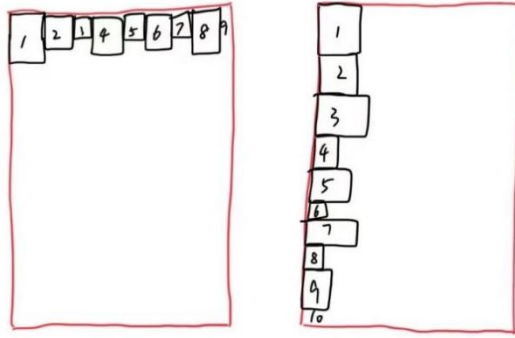

图 2-3 贴着不同边的摆放效果
(1) 若贴着最里面的车厢宽进行摆放那么下一个到来块的摆放空间的选择较少，而贴着车厢的长边进行摆放时，下一个到来块的可选择性更多，这样浪费的空间更少。如图 2-3 所示，贴着车厢长边摆放下一个到来的箱子会有更多选择，这样浪费的上部空间更少。